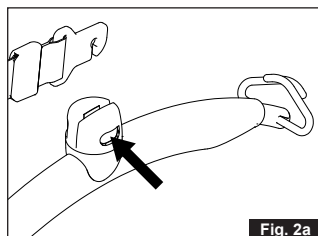
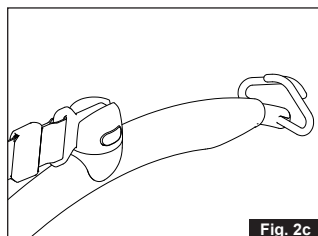

Fig. 2a
Fig. 2c
5. Sæt ophængskrogen ned i åbningen på løftebøjlets topdæksel, med den åbne side nedad (fig. 2a, 2b), og slip den gule knap (fig. 2c).